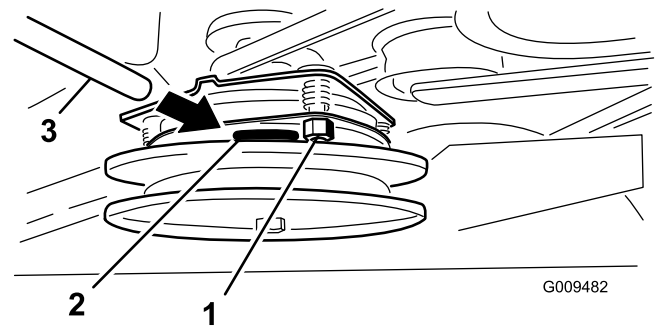

Figura 54
3. Apriete las contratuercas que empiece a notar una ligera fricción en la galga, pero dejando que ésta se mueva con facilidad en el entrehierro (Figura 54).